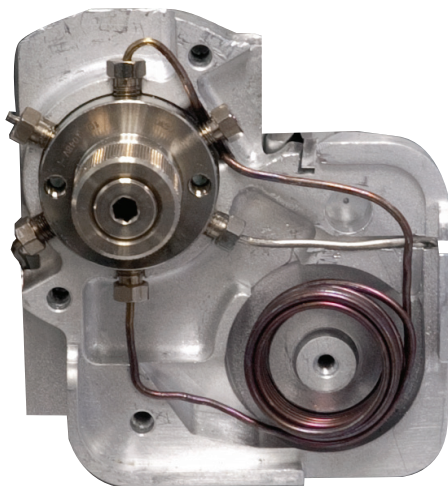

Figura 21. Colocación correcta del loop de muestra en el bloque del loop de muestra
- 12 Con el loop de muestra frente a la válvula de 6 puertos, conecte ambos extremos del nuevo loop de muestra a las posiciones 1 y 4 como se muestra en la **Figura 21**.
- 14 Rote el loop de muestra hacia el bloque del loop de muestra (a la derecha). Levante el extremo superior del loop de muestra por encima y detrás de la conexión 5 de la válvula. Continúe rotando el loop de muestra hasta que se ajuste a la conexión empotrada del bloque del loop de muestra, como se muestra en la Figura 21.